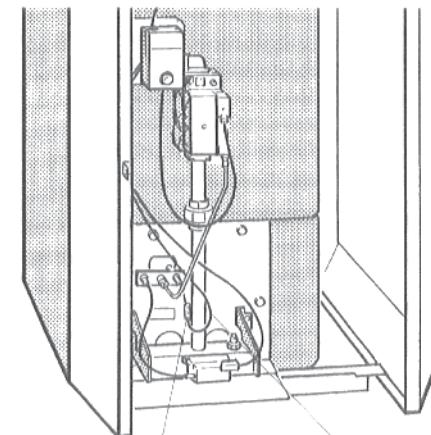

Рис. 36: контрольный кабель
- УстраниТЬ защиту от прикосновения у контрольного кабеля (рис. 36) и разъединить штекерное соединение.